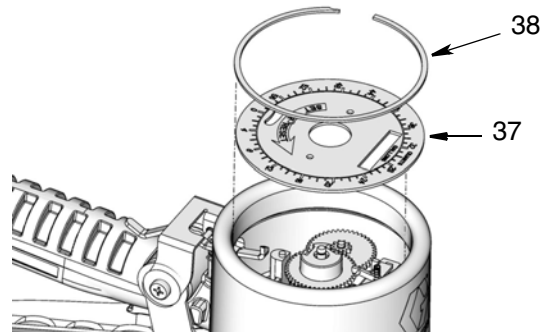

ABB. 33
3. Die Einstellradscheibe (37) und die große Halteklammer (38) anbringen (ABB. 33).